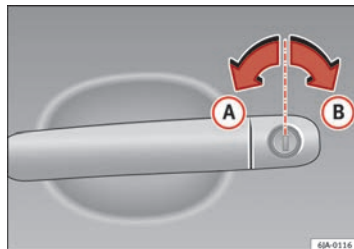

Fig. 46 Posições da chave ao trancar e destrancar o veículo
- Rode a chave na fechadura do lado do condutor no sentido do andamento até à posição de abertura **A** ⇒ Fig. 46.
- Rode a chave na fechadura do lado do condutor no sentido contrário do andamento até à posição de fecho (B) ⇒ Fig. 46.